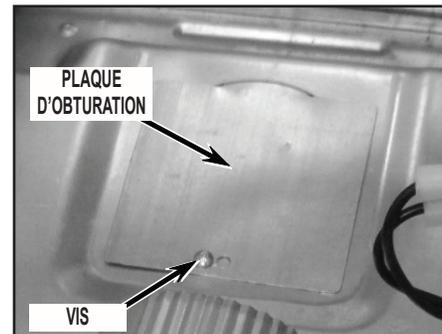

FIGURE 23
**REMARQUE :** Si la sécheuse était auparavant configurée pour la décharge par le bas, installer la plaque d'obturation métallique depuis l'intérieur de la sécheuse pour obturer dans le panneau inférieur le trou de sortie du conduit de décharge précédent extrait; utiliser la vis de fixation fournie avec l'ensemble; voir la *Figure 23*.